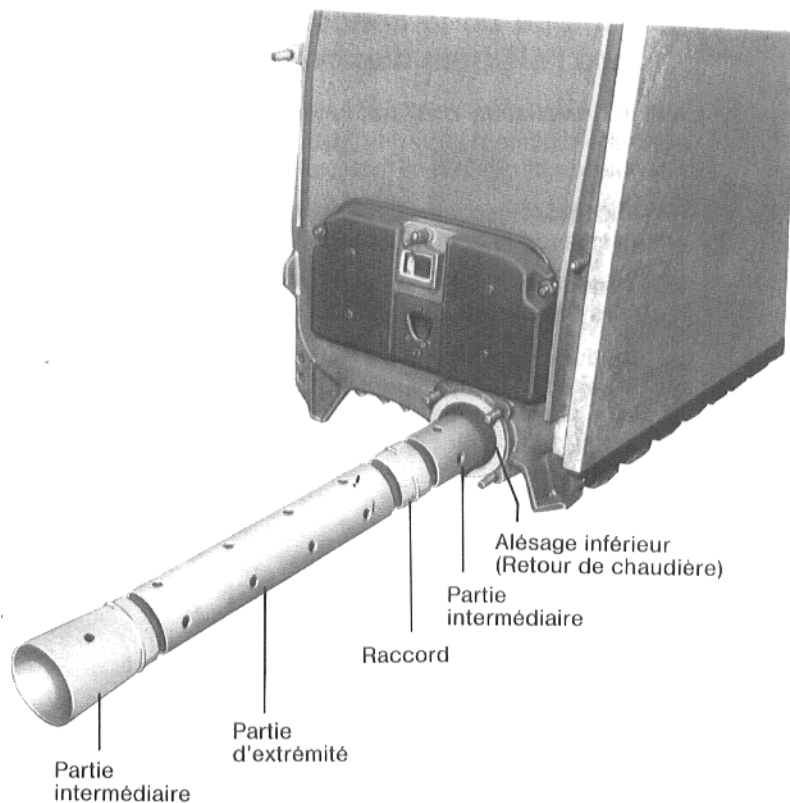

Fig. 14
1. Introduire la partie intermédiaire au raccord (Fig. 14).
2. Introduire les parties intermédiaires qui suivent aux raccords (voir le tableau et Fig. 14).
3. Introduire la première partie d'extrémité aux parties intermédiaires et l'intercaler jusqu'en butée dans l'alésage inférieur de la chaudière (Fig. 14).